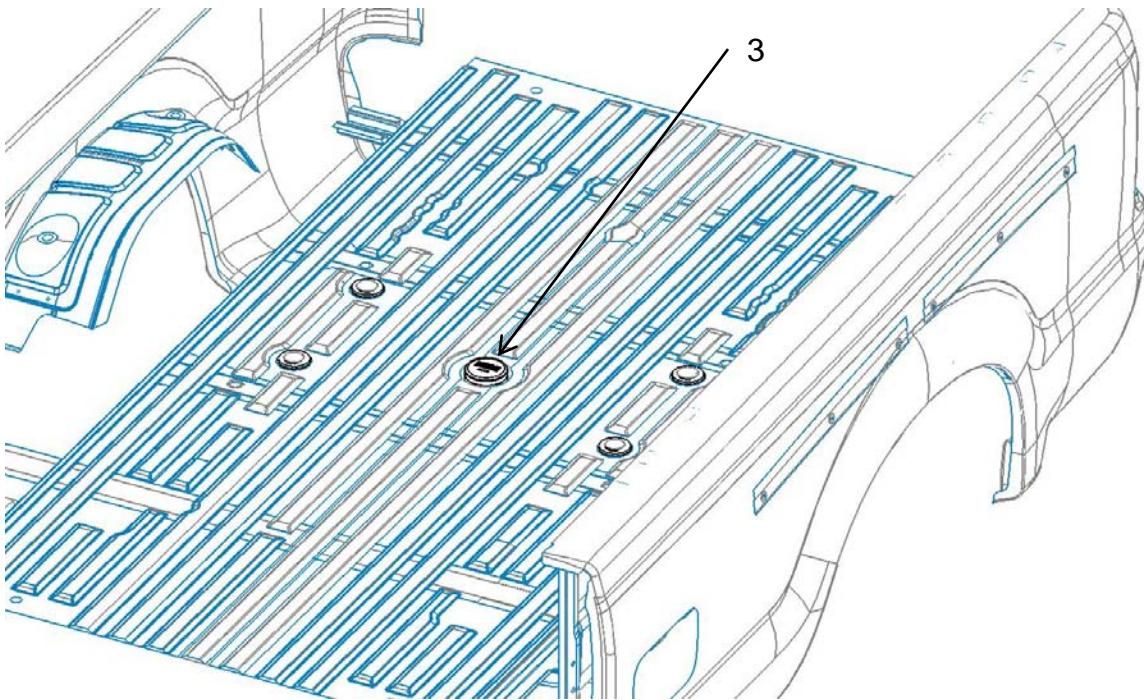

**Figure 5 -**
3. Pour installer le dispositif de fixation de chaîne de sécurité – Placer le dispositif de fixation sur un disque de verrouillage quart-de-tour. Tourner le dispositif de fixation de chaîne de 90 degrés jusqu'à ce que le verrou central tombe en place (voir la Figure 4). Pour enlever le dispositif de fixation de chaîne, lever le verrou central et tourner l'assemblage en entier de 90 degrés (voir la Figure 5).